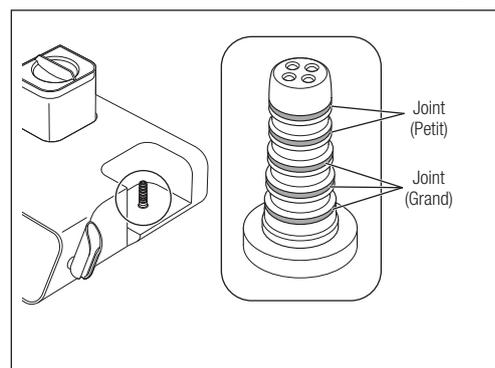

Fig. 48
- 1) Retirez les joints du connecteur de base de la chambre à l'aide d'une aiguille, etc. (Fig. 48).
- Étant donné que la taille des joints diffère, veillez à les remettre à l'emplacement correct (Fig. 48).